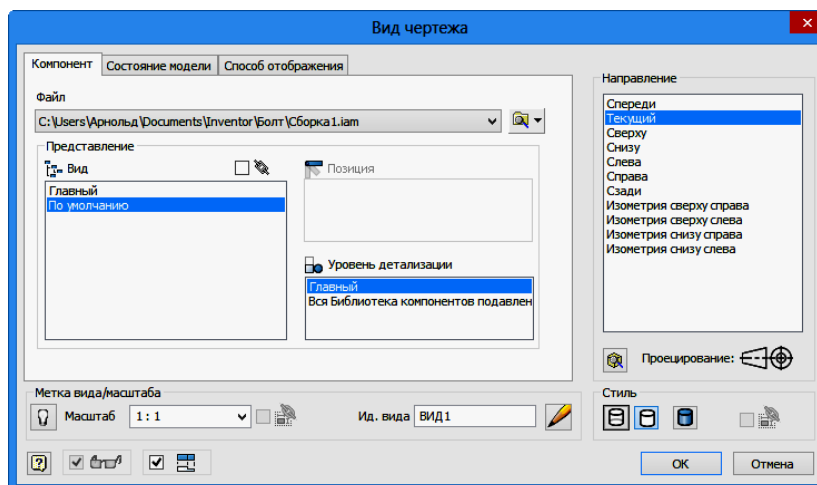

Рис. 3.93. Окно «Вид чертежа»
2. Выберите на ленте вкладку «*Разместить виды*» ► панель «*Создать*» ► «*Базовый*» . Появится диалоговое окно «*Вид чертежа*» (рис. 3.93).